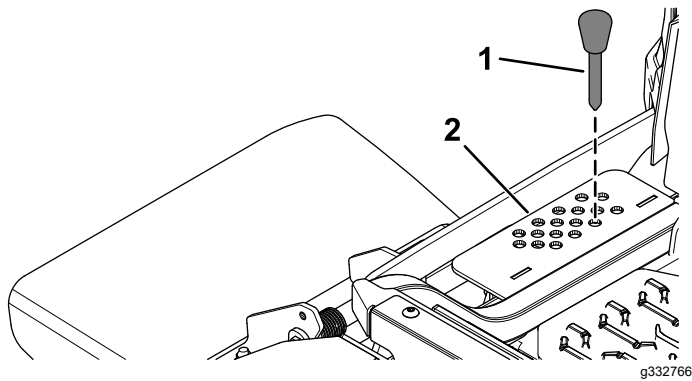

Figura 1
- Remova o pino de altura de corte do suporte da altura de corte (Figura 1).